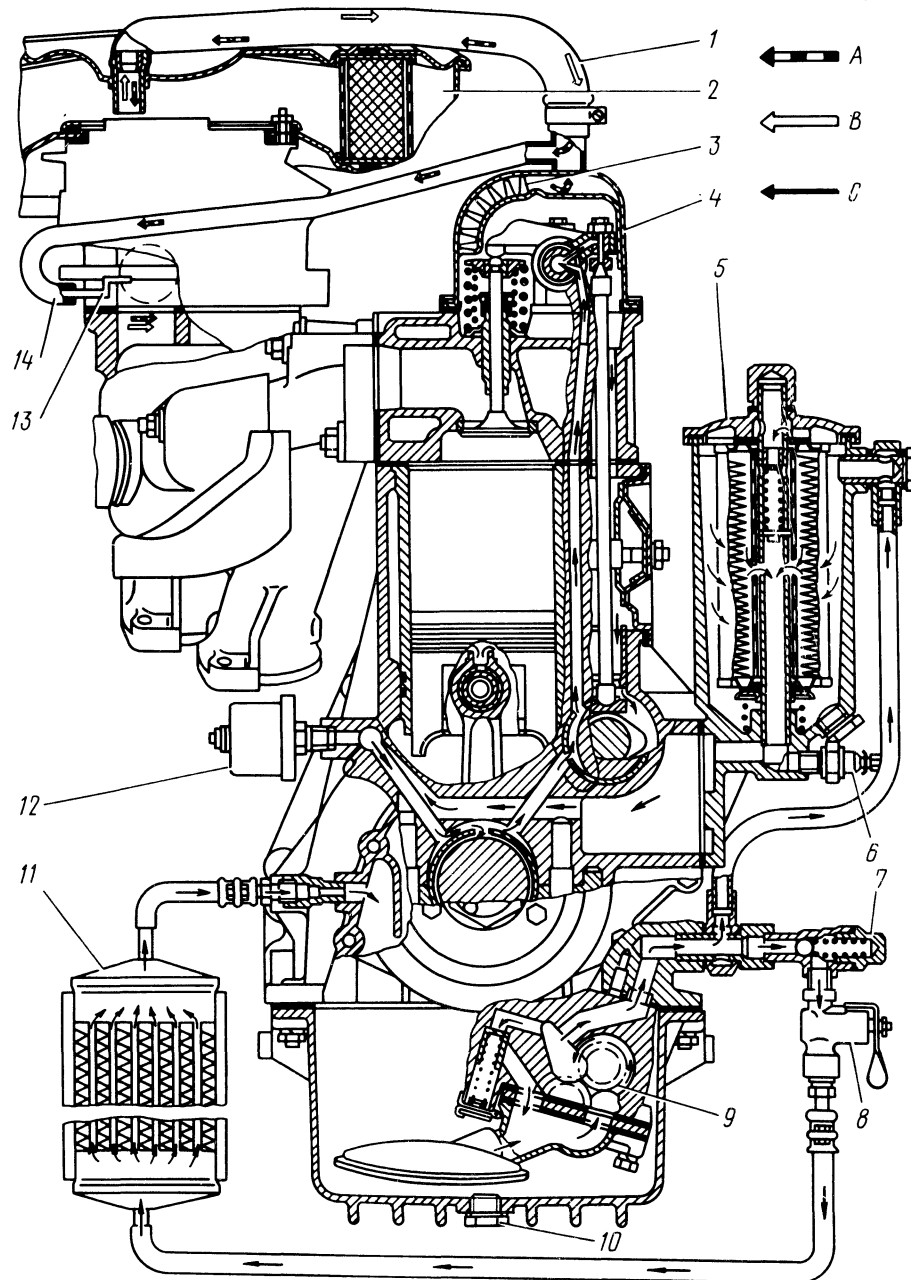

Рис. 13. Системы смазки и вентиляции картера двигателя:
**Система смазки двигателя** (рис. 13) — комбинированная: под давлением и разбрызгиванием. Система смазки состоит из масляного насоса с маслоприемником, масляных каналов, масляного фильтра редуционного клапана, масляного картера, стержневого указателя уровня масла, крышки
Вентиляция картера двигателя (см. рис. 13) — закрытая, принудительная, действующая за счет разрежения во впускной трубе и в воздушном фильтре. При работе двигателя на холостом ходу и на частичных нагрузках газы из картера отсасываются во впускную трубу, на полных нагрузках — в воздушный фильтр и впускную трубу.